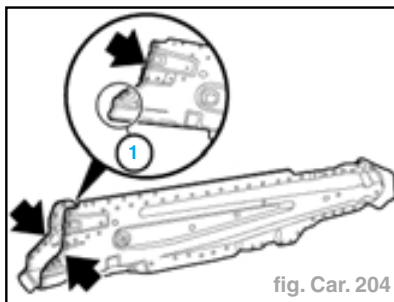

fig. Car. 204
- percer des trous supplémentaires pour le soudage en bouchon des deux côtés de la zone d'assemblage sur le raidisseur du longeron moteur (zone repérée) (fig. Car. 204),
- veiller particulièrement à ce que des trous supplémentaires pour le soudage en bouchon soient bien percés aussi des deux côtés dans la zone (1).